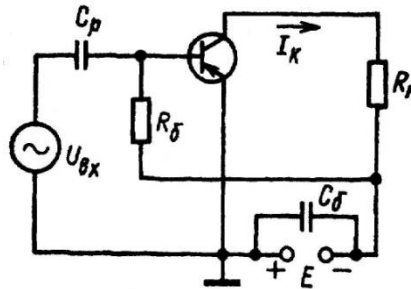

Рис. 1. Усилительный транзисторный каскад
**Задача.** Транзистор включен в усилительный каскад по схеме с общим эмиттером (рис. 1). Каскад питается от одного источника с напряжением  $E$ . Для подачи смещения в цепь базы используется гасящий резистор. Характеристики транзистора изображены на рисунке 2. Исходные данные: постоянная составляющая тока базы  $I_{б0}$ , амплитуда переменной составляющей тока базы  $I_{тб}$ , сопротивление резистора нагрузки  $R_n$ , а также максимально допустимая мощность, рассеиваемая коллектором  $P_{кmax}$  приведены в таблице 2. Требуется: